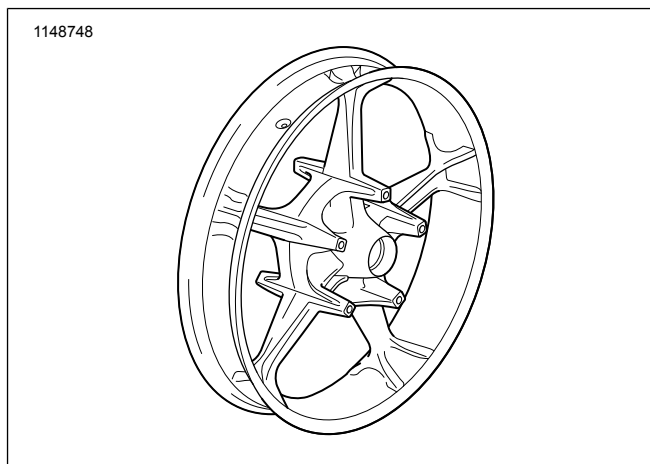

Figura 1. Piezas de servicio: Kits de ruedas delanteras Aggressor
2. Vea la Figura 1. Instale el conjunto del vástago de la válvula (L) en la rueda. Vea NEUMÁTICOS en el Manual de servicio.